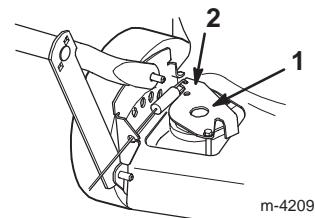

Figure 28
- Pousser le support de traction vers le bas jusqu'à ce qu'il touche la tondeuse, et le maintenir dans cette position (Fig. 28).